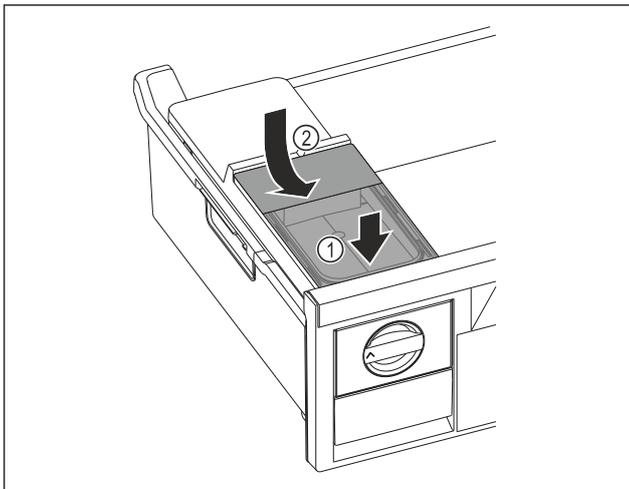

Fig. 86
- ▶ Wassertank vorne ansetzen. Fig. 86 (1)
- ▶ Wassertank hinten absinken. Fig. 86 (2)